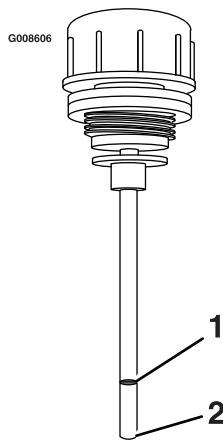

Figura 68
7. Inserte la varilla en el cuello de llenado, retírela y compruebe el nivel de fluido (Figura 68).